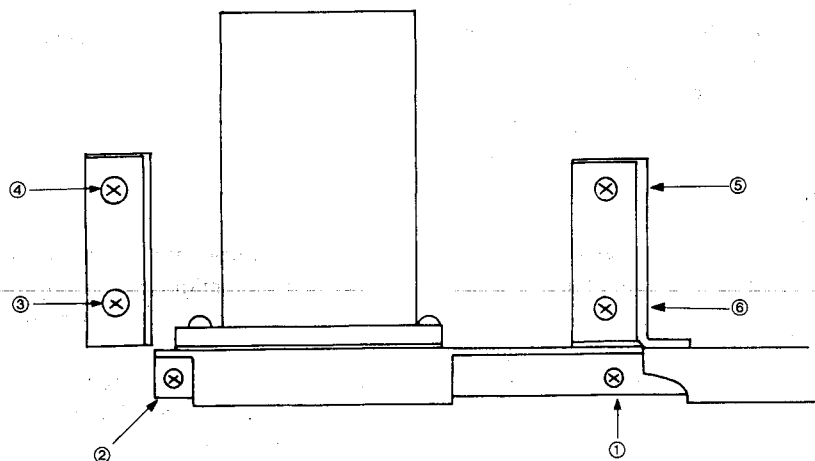

Abbildung 34 Rückansicht der Drehmechanismuseinheit (auf der rechten Seite)
- (7) Die in Abb. 34 gezeigten Schrauben ①, ②, ③, ④, ⑤ und ⑥ von der Drehmechanismuseinheit (auf der rechten Seite) abschrauben, und die Drehmechanismuseinheit von der Schreibblat tafel abnehmen. Die linke Drehmechanismuseinheit kann auf die gleiche Weise entfernt werden.
- (1) Unter Bezugnahme auf die Einbauzeichnung der Drehmechanismuseinheit in Abbildung 34 die Schraubenlöcher der Drehmechanismuseinheit auf diejenigen der Schreibblat tafel ausrichten. Dann die Schraube ① provisorisch einschrauben; diese Schraube dient als Bezugsschraube zum Bestimmen der Genauigkeit der Drehmechanismuseinheit.
- (2) Ebenfalls unter Bezugnahme auf Abbildung 34 die Schraube ② provisorisch einschrauben, die Zum Bestimmen der Genauigkeit in vertikaler Richtung dient, und die Schraube ① fest anziehen. Dann die Schraube ② fest anziehen, und die Schrauben ③, ④, ⑤ und ⑥ in dieser Reihenfolge einschrauben.
- (3) Die Linke Drehmechanismuseinheit wird auf die gleiche Weise eingebaut.
- (4) Die Schreibblat tafel mit befestigter Drehmechanismuseinheit am Hauptkörper anbringen und diese